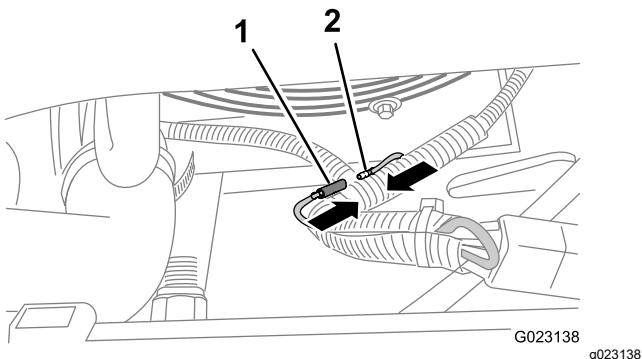

Bild 6
7. Entfernen Sie den kugelartigen Anschlussdraht vom grauen Draht, der vom Motorzündungsmodul kommt, und schließen Sie den Anschlussdraht am Anschluss am Ende des hinteren Kabelbaums für den Elektro-Sofortstart an, den Sie nach vorne verlegt haben (Bild 6).